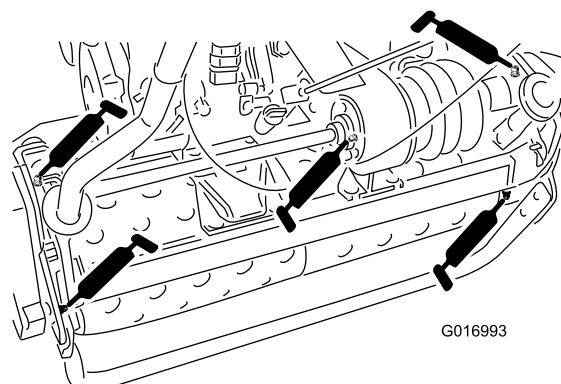

Figura 19
- 2 nos eixos do tambor (Figura 19)
- 3 no diferencial (Figura 19)